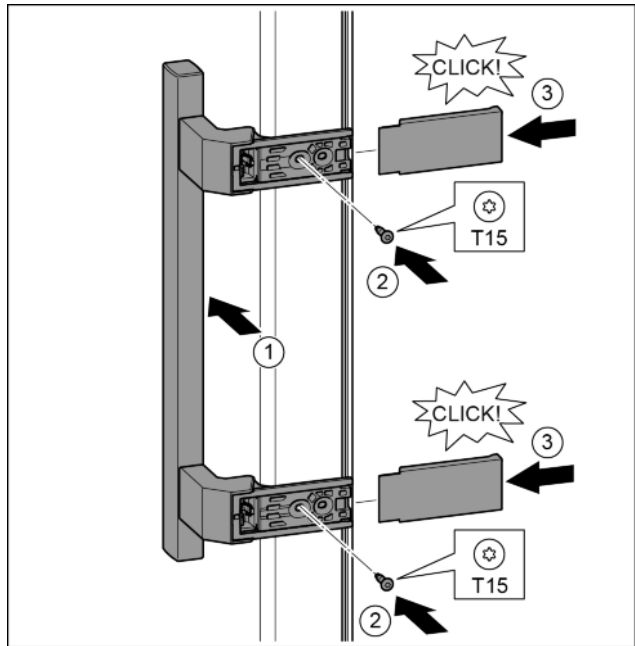

Fig. 21
- ▶ Nasadte madlo na protilehlé straně. Fig. 21 (1)
- ▶ Šroubovákem T15 pevně utáhněte šrouby. Fig. 21 (2)
- ▶ Kryty bočně nasadte a nasuňte. Fig. 21 (3)